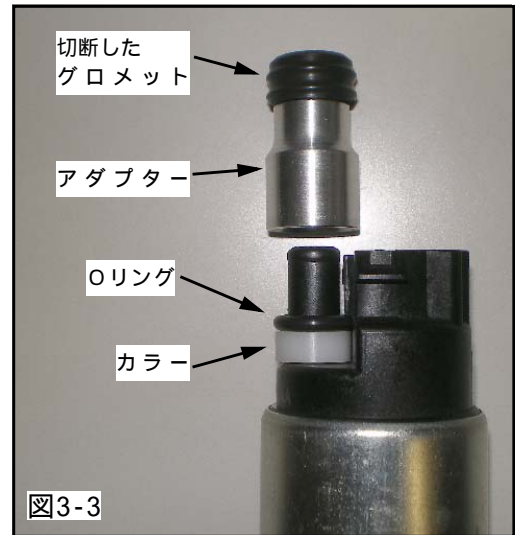

図3-3
(4) ポンプの吐出口に、カラーとリングを組付けて下さい。 <図3-3> (P3×1, P4×1)